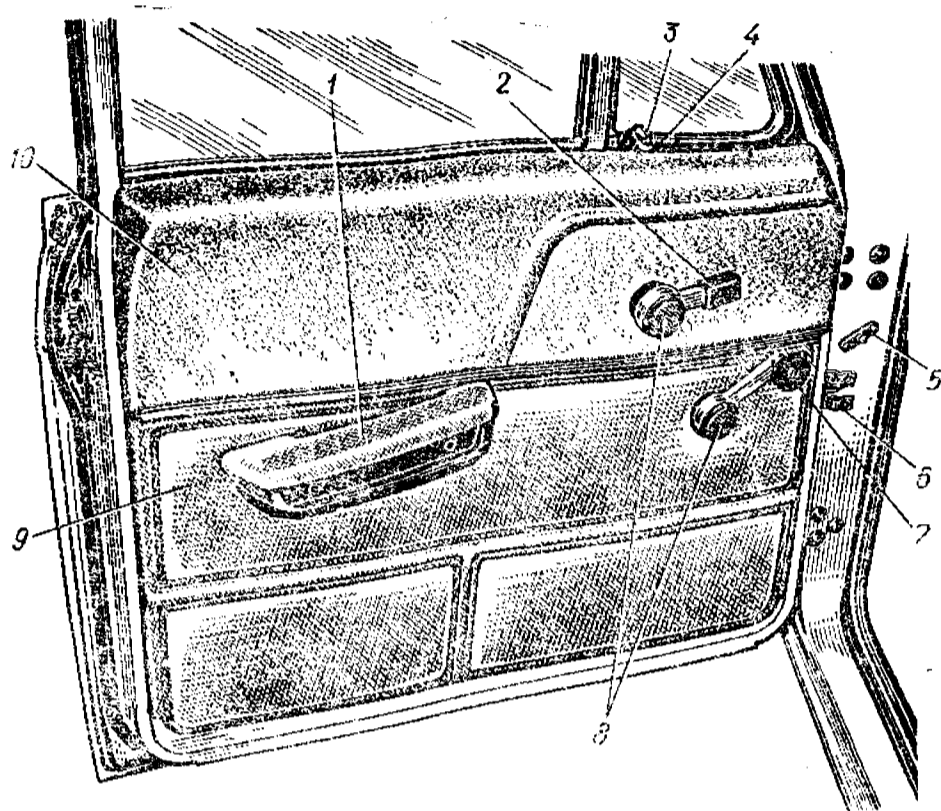
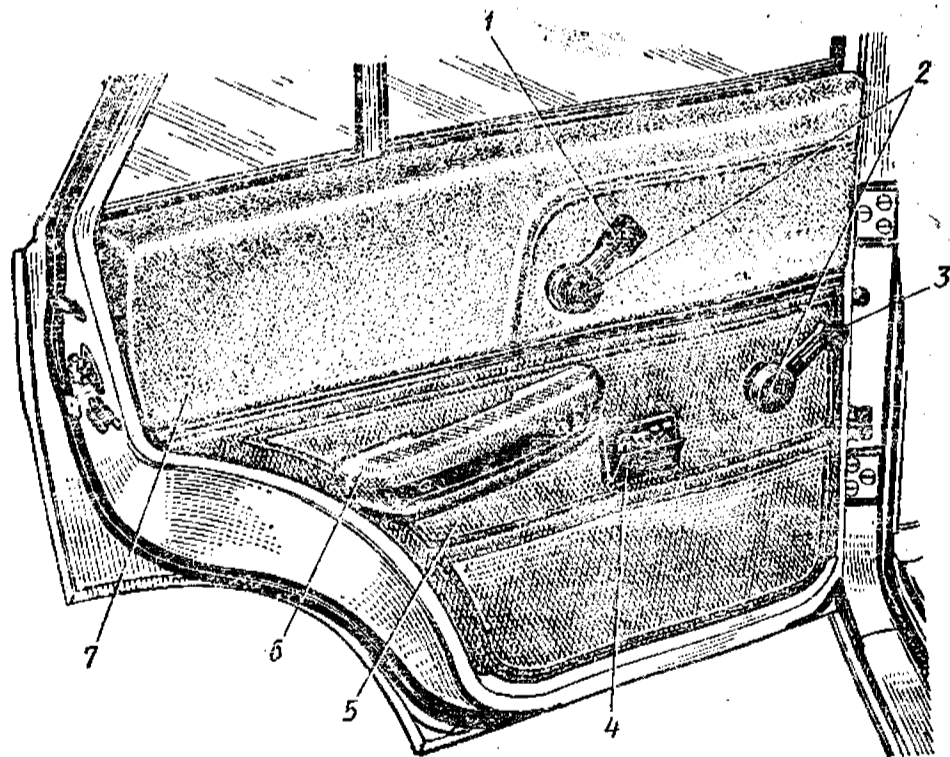

Рис. 9. Внутренняя панель передней двери:
Рис. 10. Внутренняя панель задней двери:
Чтобы открыть дверь изнутри автомобиля, поверните ручку 2 (рис. 9) и 1 (рис. 10) вверх до упора. Для запирания замка двери поверните ручку вниз до упора.
Ручки 7 (рис. 9) или 3 (рис. 10) стеклоподъемника вращающегося типа. Для подъема опускаемого стекла вращайте ручки 7 и 3 по часовой стрелке, для опускания — в обратном направлении. Стекло в любом требуемом положении автоматически удерживается тормозом механизма стеклоподъемника.
Ручки, расположенные на внутренних панелях дверей, не предназначены для подтягивания за них дверей при закрытии изнутри кузова. Закрывая дверь, подтягивайте ее только за подлокотник 1 (рис. 9) или 6 (рис. 10).
Каждая дверь может быть заперта поворотом ручки 2 или 1 вниз, однако в отличие от остальных левая передняя дверь не заперется, если поворот ручки 2 (рис. 9) вниз был сделан на открытой двери. Эта особенность конструкции запора левой передней двери предусмотрена с целью предупреждения случайного запираания всех дверей автомобиля.
На внутренних панелях задних дверей установлены пепельницы 4 (рис. 10). Для открывания пепельницы нажмите на верхний выступающий край коробки и потяните коробку на себя. Для очистки пепельницы выньте коробку из корпуса, перемещая ее за боковые стенки вверх и на себя с первоначальным выводом нижней ее части из корпуса.
Для открывания поворотного стекла передней двери изнутри кузова нажмите на предохранительную кнопку 3 (рис. 9) и одновременно поверните ручку 4 вверх настолько, чтобы она вышла из соприкосновения с неподвижным упором.
4. Через окна боковых дверей при опущенных стеклах и при открытых поворотных стеклах передних дверей. Для открывания поворотного стекла нажмите кнопку 3 (см. рис. 9) и одновременно поверните ручку 4.